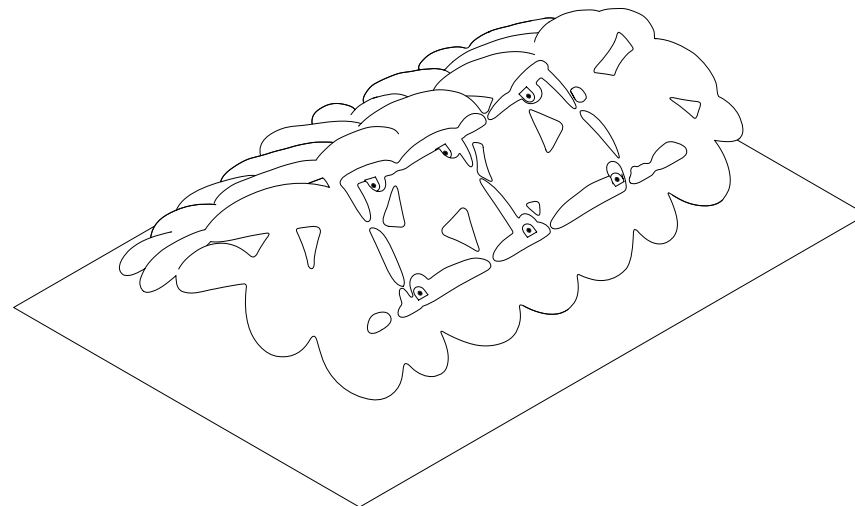

Fig.1
- **IT.** Posizionare la seduta sul pavimento o su un piano con i fori filettati e i ribassi rivolti verso l'alto come da immagine (Fig.1)
- **EN.** Place the seat on the floor or on a flat surface with the threaded holes and recesses facing upwards as shown in the image (Fig. 1).
- **FR.** Placez le siège sur le sol ou sur une surface plane, les trous filetés et les rebords vers le haut, comme indiqué sur l'image (Fig. 1).
- **ES.** Coloque el asiento en el suelo o sobre una superficie plana con los orificios roscados y los rebajes hacia arriba, tal y como se muestra en la imagen (Fig. 1).